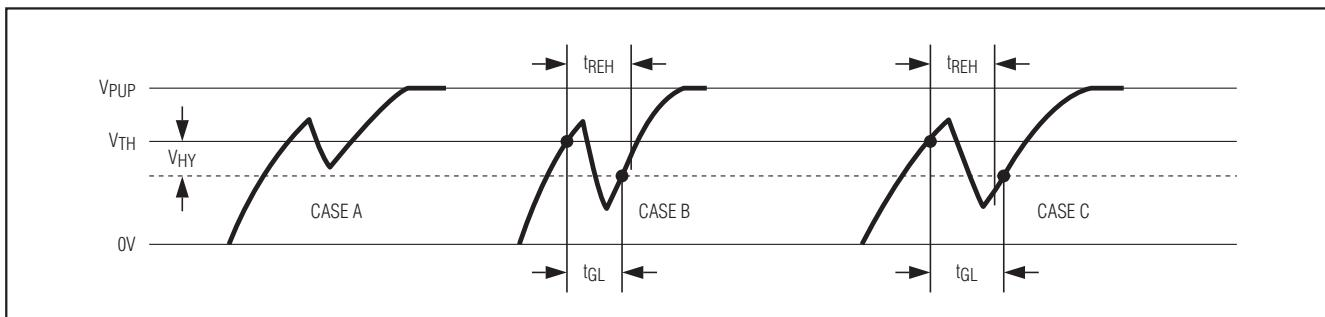

图12. 噪声抑制示意图
- 2) 在低到高的开关门限 V_{TH} 处设有一个滞回，如果有一个负毛刺低于 V_{TH} 但还没有低于 $V_{TH} - V_{HY}$ ，将不会被承认(图12的示例A)。滞回在任何1-Wire速度模式下均有效。
- 3) 由上升沿保持时间 t_{REH} 定义了一个时间窗口，在该时间窗口内即使毛刺低于 $V_{TH} - V_{HY}$ 也会被忽略(图12的示例B， $t_{GL} < t_{REH}$)。大的压降或穿过 V_{TH} 门限后
延续时间超出 t_{REH} 窗口的毛刺则无法滤除，会被当作一个新时隙的开始(图12的示例C， $t_{GL} \geq t_{REH}$)。